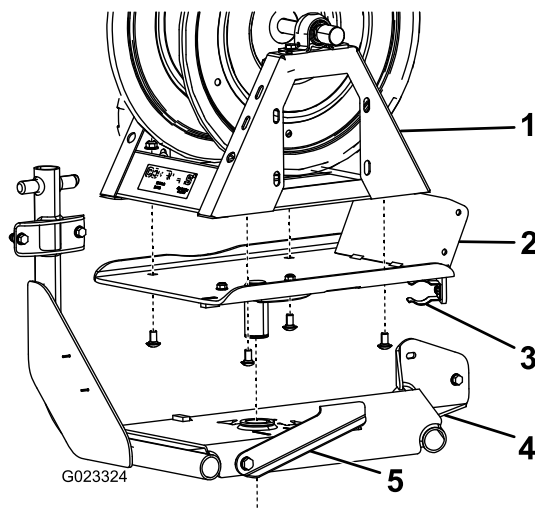

Figura 6
2. Ligue a placa articulada à parte inferior da bobina de tubagem utilizando 4 parafusos e porcas flangeadas (3/8 pol.) (Figura 6).
3. Insira a placa articulada no furo na estrutura da bobina de tubagem (Figura 6).